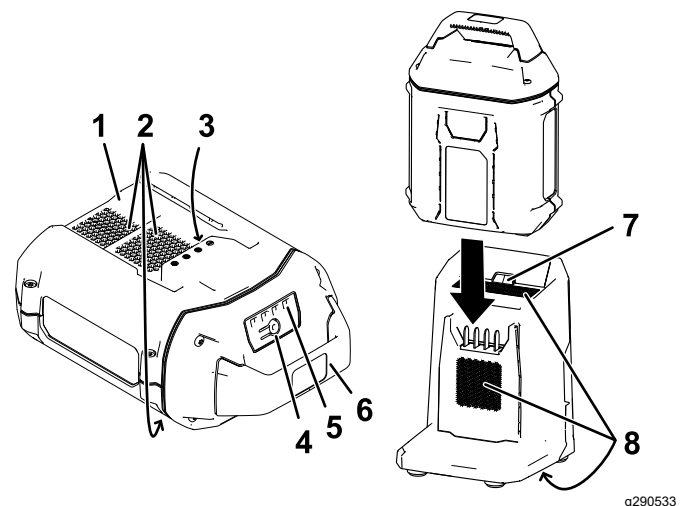

Figure 20
2. Placez le creux de la batterie (Figure 20) en face de la languette du chargeur.
3. Glissez la batterie dans le chargeur jusqu'à ce qu'elle soit complètement enclenchée (Figure 20).